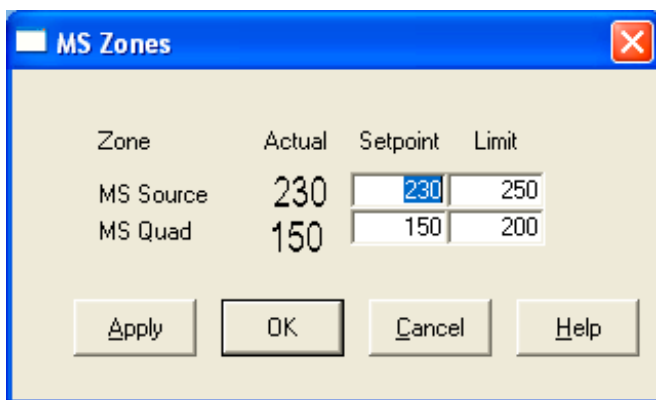

図 15 温度の設定
- 2 [パラメータ (MoreParams)] メニューから [温度 (Temperatures)] を選択します（図 15）。